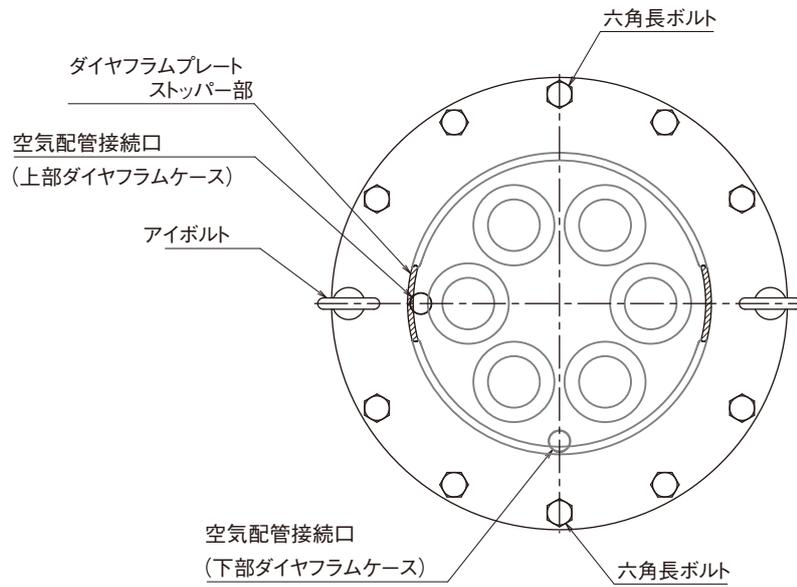
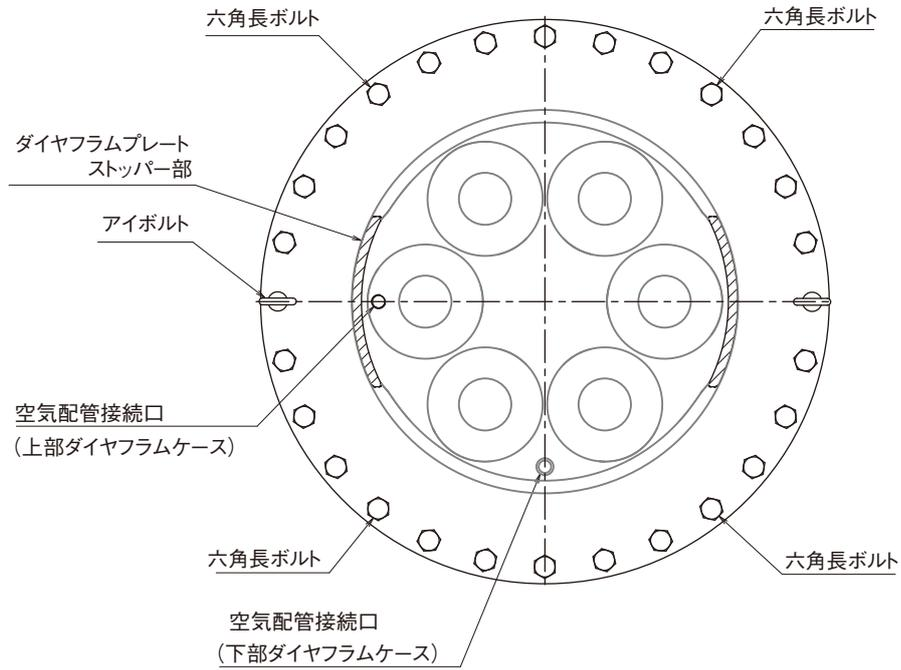
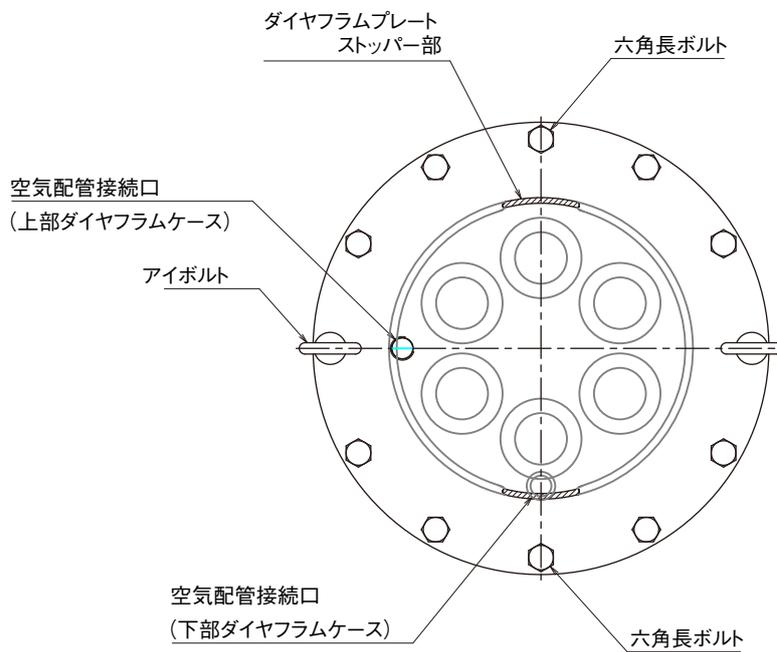
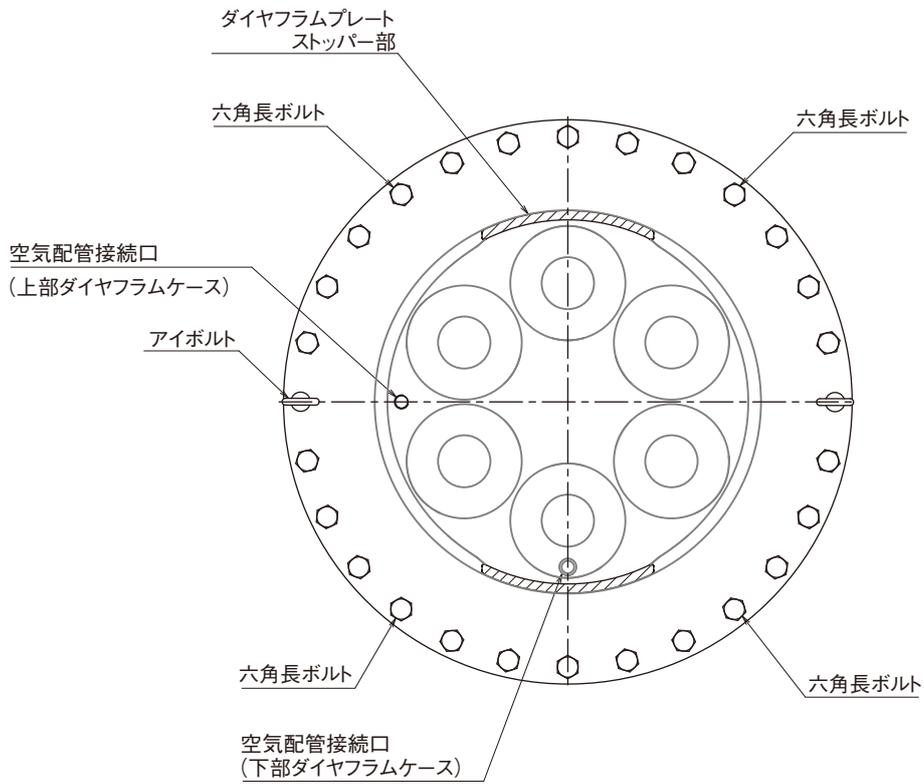

図6-8. 操作器部品配置 正作動 PA2
図6-10. 操作器部品配置 正作動 PA5
図6-11. 操作器部品配置 逆作動 PA2
図6-13. 操作器部品配置 逆作動 PA5
1	合いマークを確認してヨーク㉔㉔にダイヤフラムケース(下)㉔㉔をのせます。このとき両者の組付位置の関係を、図6-7～図6-13に示すようにしてください。
1	ダイヤフラムケース(下)②①⑦に対して圧縮コイルばねが図6-8～図6-10の位置になるように、スプリングプレート②⑥⑥をセットします。その後、圧縮コイルばね②④④の上端部が図6-14～図6-15の配置となるように、スプリングプレートに装着します。
4	ダイヤフラムプレート②①①のストッパー部がダイヤフラムケース(下)②①⑦に対して、図6-8～図6-10の位置になるように、ダイヤフラムユニットを回転させます。
3	ダイヤフラムプレート②①①のストッパー部がダイヤフラムケース(下)②①⑦に対して、図6-11～図6-13の位置になるように、ダイヤフラムユニットを回転させます。
1	正作動形の場合は、空気配管接続口が図6-8～図6-10に示す位置に、逆作動の場合は空気逃げ口が、図6-11～図6-13に示す位置になるように、ダイヤフラムケース(上)②13をセットします。分解前に付けた、合いマークが合っていることを確認してください。
3	ダイヤフラムケース(上)②13をのせて、正作動形の場合は、図6-8～図6-10に示す位置に、逆作動の場合は図6-11～図6-13に示す位置になるように、各種ボルトをセットします。その後、六角長ボルト②16→六角ボルト②15+アイボルト②02の順番で六角ナット②03を組み付けます。締め付けは対角線上かつ交互に少しずつ、均等に組み付けてください。組み付けは表6-1に示す締め付トルクで締め付けます。